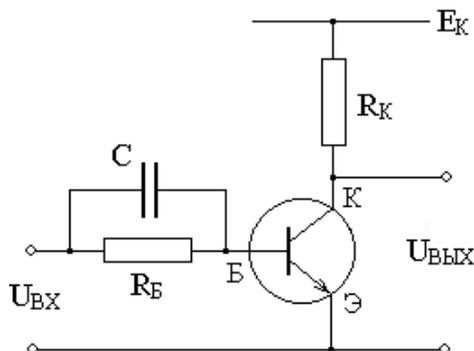

Рисунок 5.4 – Схема ключа с ускоряющим конденсатором
Ускоряющий конденсатор C включают параллельно резистору R_B (**рис. 5.4, а**). При переключении входного сигнала с E_2 на E_1 базовый ток БТ – ток зарядки конденсатора C (не ограничен R_B):
5.4.6 С использованием директивы **.STEP** исследовать влияние емкости ускоряющего конденсатора (C на **рис. 5.4**) на переходной процесс. Результаты представить в виде семейства переходных характеристик с емкостью ускоряющего конденсатора в качестве параметра.